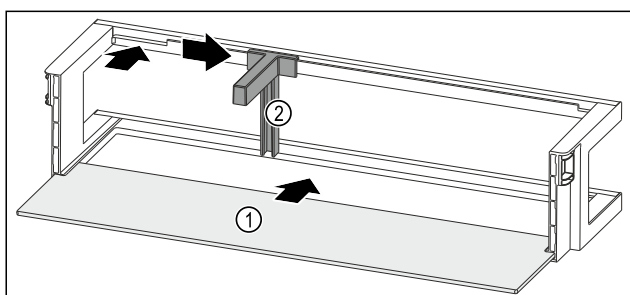

Fig. 121 Balconcino controporta con ripiano
- Inserire il ripiano Fig. 121 (1) negli incavi laterali.
- Inserire il portabottiglie Fig. 121 (2) nell'incavo.
- Far scorrere il portabottiglie Fig. 121 (2) lateralmente alla posizione desiderata.